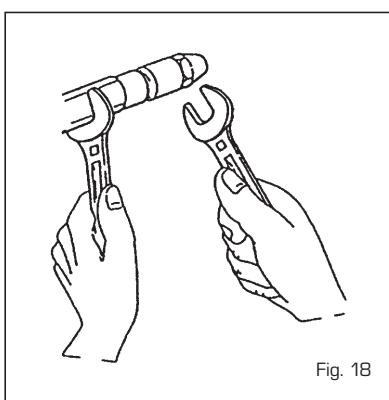

Fig. 18
#### 4.7.3 Sostituzione ugello (fig. 18)
- Bloccare il porta spruzzo utilizzando una chiave n° 19 e svitare l'ugello con una chiave n° 16 (fig. 18).